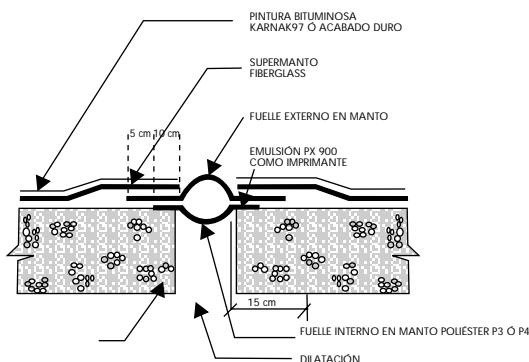

FIGURA NT. 42
- Traslapos entre dilataciones estructurales. En los traslapos entre fuelles, el fuelle inferior debe tener mínimo 10 cm. a lado y lado de la dilatación. El fuelle superior debe sobrepasar mínimo 5 cm. la longitud del inferior y el manto superior debe cubrir los fuelles hasta el borde de la dilatación. (Figura NT 42)